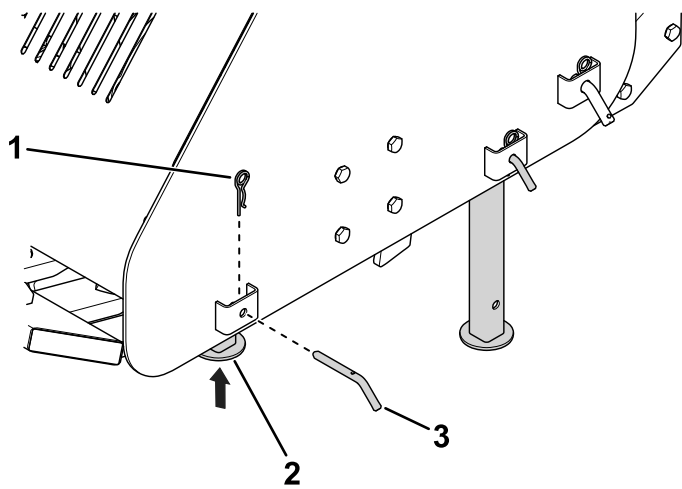

Figura 10
- Apague la unidad de tracción, retire la llave y eleve los soportes de almacenamiento del apero (Figura 10).